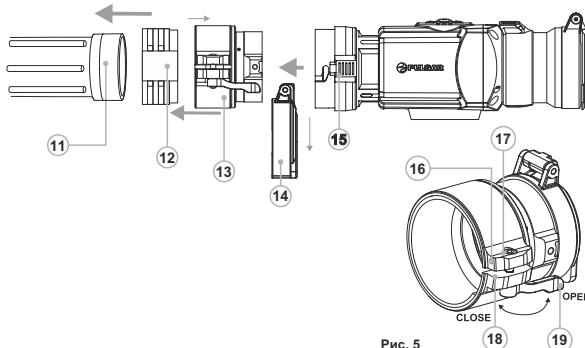

Рис. 5
- Снимите крышку (14) с адаптера, повернув ее против часовой стрелки.
- Установите вкладыш (12) в адаптер (13) до упора (см. рис.).
- Установите до упора адаптер с вкладышем на объектив (11) дневного прибора.
- Переведите рычаг (19) из первоначального положения "открыто" в положение "закрыто" (рис.5). Проверьте, плотно ли адаптер прилегает к объективу.
- Ослабьте шестигранным ключом (S=2mm) стопорный винт (18).
- Затяните винт (17) шестигранным ключом (S=4mm) с усилием, необходимым для обеспечения плотной посадки адаптера на объективе.
- Затяните стопорный винт (17).